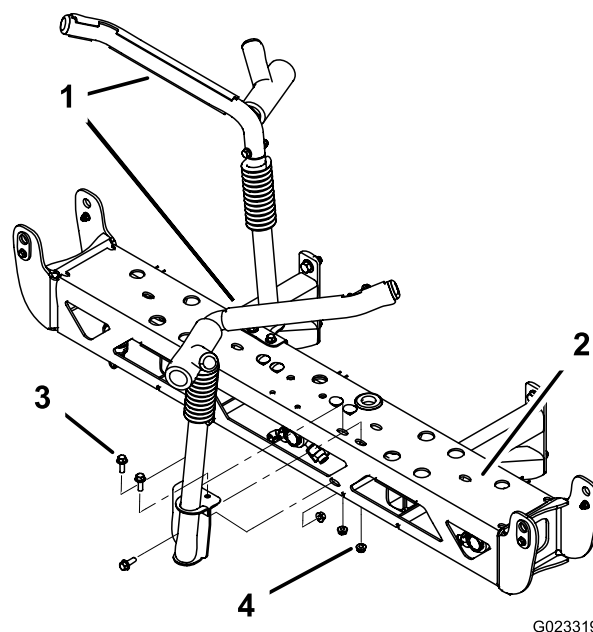

Figura 12
- Coloque los soportes de transporte del brazo en el conjunto de brazo central utilizando 6 pernos (3/8 x 1-1/4 pulgadas) y 6 contratueras (3/8 pulgadas), tal como se muestra en Figura 12.